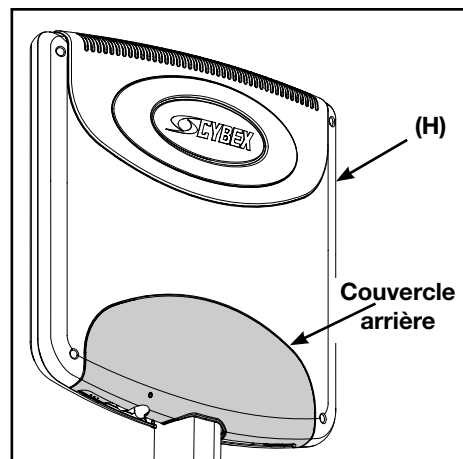

Figure 21
- H. Installez le couvercle arrière sur le moniteur (H). Reportez-vous à la figure 21.